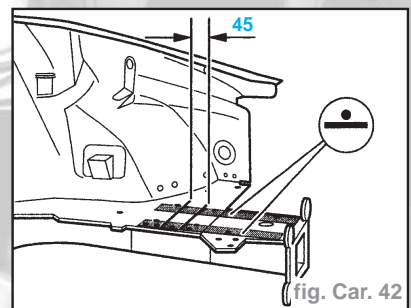

fig. Car. 42
**Nota :** Si la réparation est effectuée avec le longeron et la tôle de recouvrement comme pièces individuelles, les points de soudage doivent être placés parallèlement les uns et les autres. Les espacements indiqués doivent impérativement être respectés (fig. Car. 42).